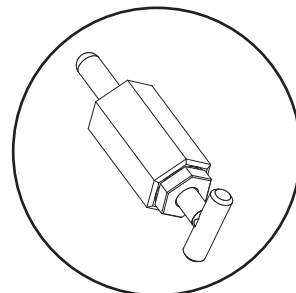

Fig. 4
10) **Dispositivo di bloccaggio e posizionamento:** consente il posizionamento del tubolare (n.6) mediante perno azionato da una molla interna, negli appositi fori visibili sul tubolare (n. 5) determinando l'altezza desiderata (*vedi fig. 4*).